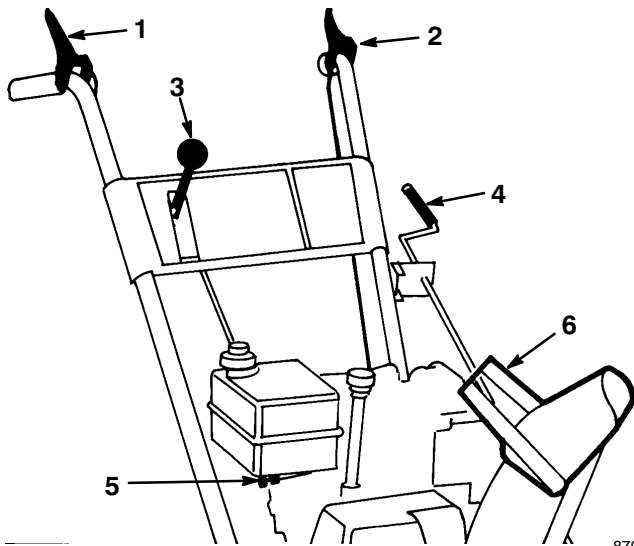

Abbildung 14
- **Betätigungshebel für Spindel-/Gebläseantrieb** (Abb. 14)—Um Spindel und Gebläse zu aktivieren, den Hebel gegen den rechten Handgriff drücken. Zur Deaktivierung den Hebel loslassen.
- **Antriebskupplungshebel** (Abb. 14)—Zur Betätigung des Antriebs (Radantrieb) den Hebel gegen den linken Griff drücken. Zum Auskuppeln den Hebel loslassen.
- **Schalthebel** (Abb. 14)—Dieser Regler hat vier Positionen: Rückwärtsgang, 1, 2 und 3. Um die Gänge zu wechseln, den Hebel auf die gewünschte Position stellen. Der Hebel rastet in jedem Gang in einer Kerbe ein.
- **Benzinabsperrhahn** (Abb. 14)—Den Hahn durch Drehen nach rechts schließen, um den Benzinfluß vom Tank zu unterbrechen. Den Hahn durch Drehen nach links öffnen. Den Absperrhahn schließen, wenn die Schneefräse nicht in Betrieb ist.
- **Kurbel zum Verstellen der Position des Auswurfkanals** (Abb. 14)—Die Kurbel im Uhrzeigersinn drehen, um den Auswurfkanal nach links zu bewegen, und gegen den Uhrzeigersinn drehen, um den Kanal nach rechts zu drehen.
- **Griff für Auswurfkanalblech** (Abb. 14)—Den Griff nach vorne bewegen, um den Schneestrom nach unten zu richten, und nach hinten, um den Strom nach oben zu richten.
2. Den Kraftstoffhahn unter dem Kraftstofftank (Abb. 14) durch Drehen nach links öffnen.
1. Betätigungshebel für Radantrieb und Spindel-/Gebläseradantrieb auskuppeln (Abb. 14).
1. Radantriebshebel und Betätigungshebel für Spindel/Gebläserad loslassen (Abb. 14).